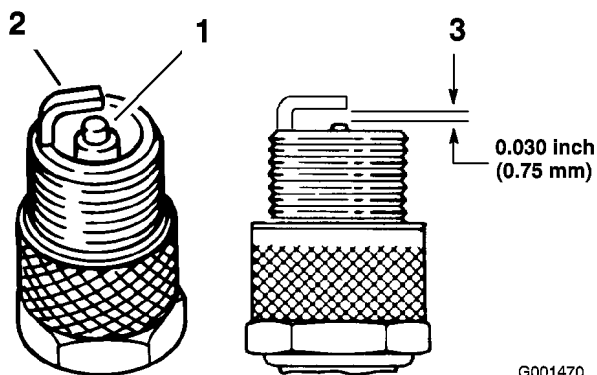

Figura 40
1. Controllate il centro delle candele (Figura 40). Se l'isolatore è marrone chiaro o grigio, il motore funziona correttamente. Una patina nera sull'isolatore significa in genere che il filtro dell'aria è sporco.
2. Controllate la distanza tra gli elettrodi centrale e laterale (Figura 40). Se la distanza non è esatta, piegate l'elettrodo laterale (Figura 40).
3. Collegate i cappellotti alle candele (Figura 40).